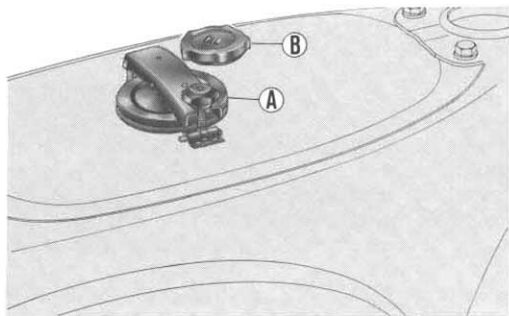

Fig. 27
*Notice - Before using the vehicle check that the tanks « A petrol (gasoline) » and « B » oil » (fig. 27) are filled up.*
*Note - Avant d'employer le véhicule vérifier que les réservoirs « A essence » et « B huile » fig. 27 soient ravitaillés.*
*Nota - Antes de poner en función el vehículo verificar que los tanques « A - gasolina » y « B - aceite » (fig. 27) estén surtidos.*
Don't fill up the tank for petrol (gasoline) with petrol-oil mixture but with pure petrol (gas) normal type used for cars (see fig. 27 « A »). The oil tank (fig. 27 « B ») should be filled up with **ESSO 2 - T MOTOR OIL 40**.
mais avec de l'essence pure du type normal pour autos (fig. 27 « A »). Le réservoir pour l'huile (fig. 27 « B ») doit être rempli avec de l'huile **ESSO 2 - T MOTOR OIL 40**.
normal para autovehículos (Ver fig. 27 « A »).
El tanque del aceite (ver fig. 27 «B») debe ser surtido con **aceite ESSO 2 - T MOTOR OIL 40.**